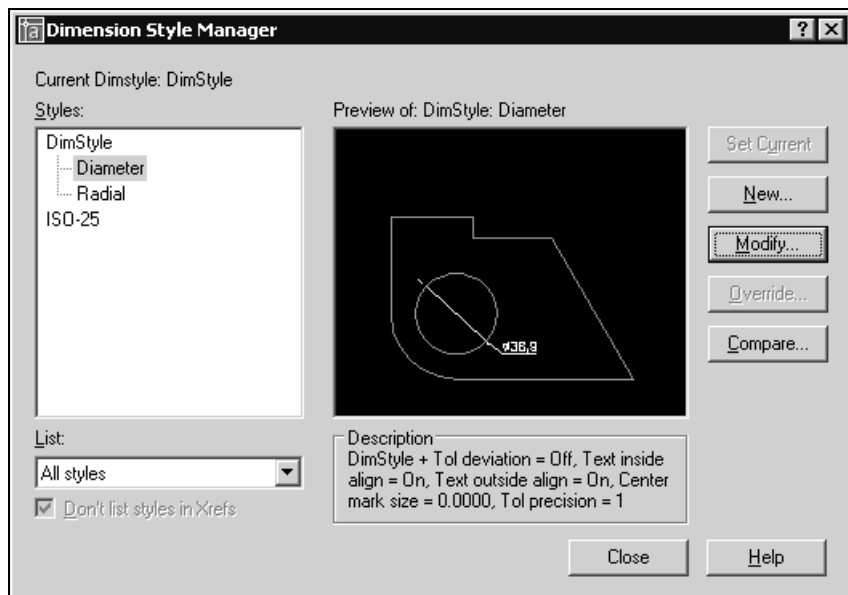

Рис. 11.15. Диспетчер размерных стилей после редактирования радиальных и диаметральных стилей
- Щелкните мышью на кнопке **OK** для возврата в диалоговое окно **Dimension Style Manager** (Диспетчер размерных стилей). В списке **Styles** (Стили) стиль DimStyle получит второе ответвление с именем **Diameter** (Диаметры) (рис. 11.15).